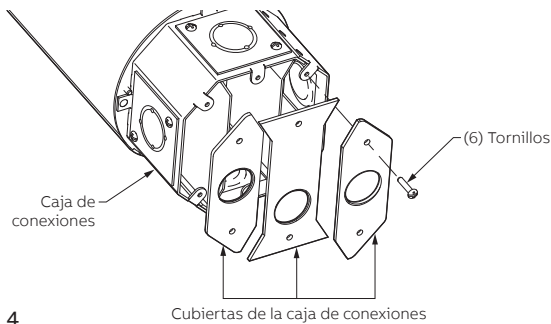

Figura 4
4.1 Retire las (3) cubiertas inferiores de la parte inferior de la caja de conexiones retirando los (6) tornillos que sujetan las cubiertas (consulte la figura 4).
4.3 Vuelva a colocar las (3) cubiertas inferiores de la caja de conexiones (consulte la Figura 4)